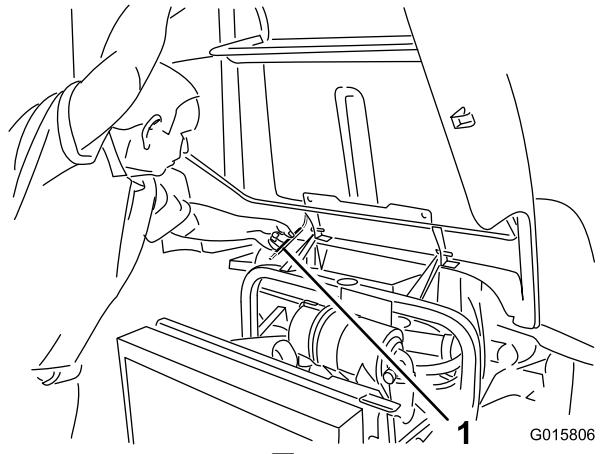

図 23
2. フレームチューブの下に支え棒が入る高さまでフードを持ち上げる図 23。